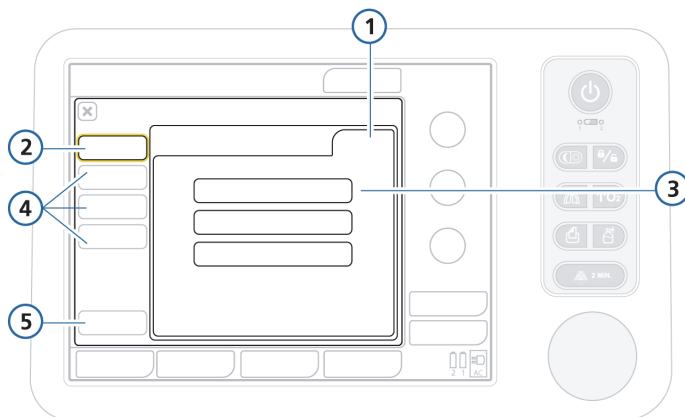

Figura G-8. Janela de configuração
A janela geral de configuração é exibida (Figura G-8). Note que os botões no painel esquerdo mudam para dar acesso às opções de configuração.
5. Selecione as configurações a aplicar a este ajuste tocando no respectivo botão (Figura G-8):